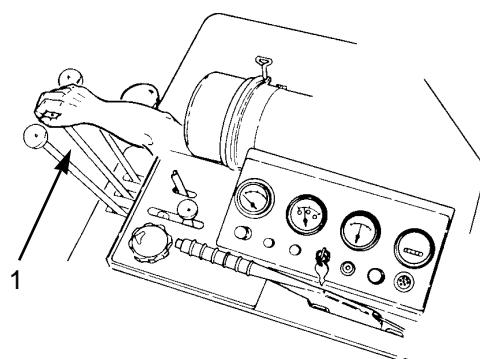

図6
2. 駐車ブレーキを掛けた状態で、トラクションユニットのエンジンを始動し、ハーフスロットルに調整する。No.1, No.2, No.3ユニットの昇降アームのロック・レバーを外し、これらのリールの昇降レバーを「降下」位置に操作(図6)。ユニットが降りたら各レバーをニュートラル位置に戻す。